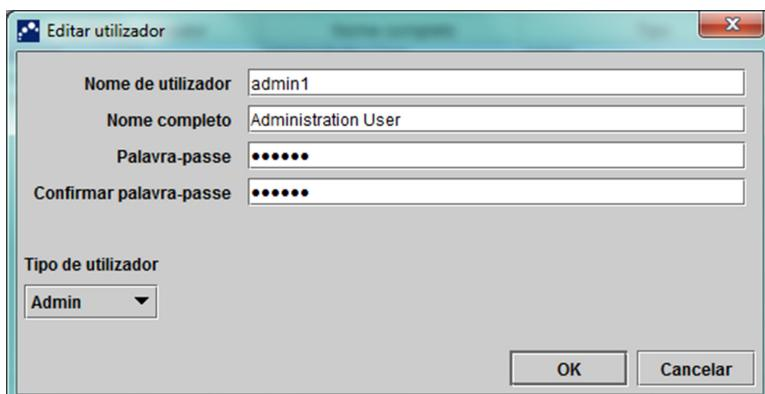

Figura 2-73. Caixa de diálogo Editar utilizador
3. Clique em **Editar**. É apresentada a caixa de diálogo Editar utilizador. Consulte a figura 2-73.